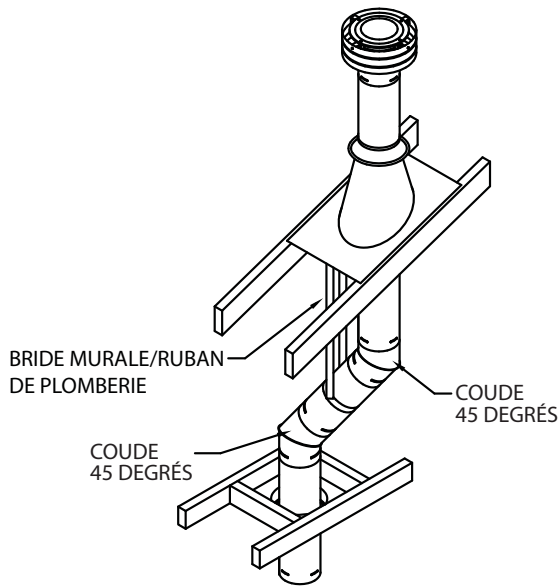

Figure 16
(2) Si un déport est nécessaire dans le grenier pour éviter les obstacles, il est important de soutenir le conduit de ventilation afin d'éviter des contraintes excessives sur les coudes. Des brides murales ou du ruban de plomberie peuvent être utilisés à cet effet (**Fig. 16**).
(3) Dans la mesure du possible, utiliser coudes à 45° au lieu de coudes à 90°. Le coude à 45°